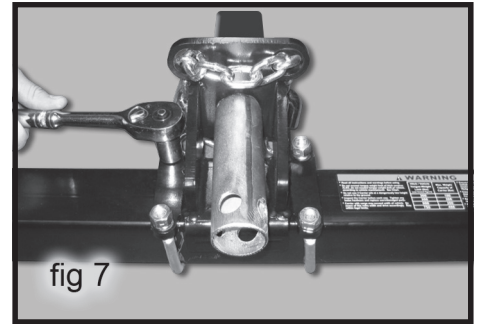

fig 7
3. If your vehicle's hitch-height is quite high off the ground (more than approx. 24" / 61 cm), you may wish to flip the WedgeLock Bracket around 180° and attach the Carrier from underneath as in the photo (fig 7). This will lower the Carrier.
3. Si la hauteur de votre attache sur le véhicule est assez élevé du sol (plus à env. 24 po / 61 cm), vous pouvez retourner l'étrier d'ancrage de 180° et fixer le transporteur en dessous comme sur la photo, (fig 7). Cela permettra de diminuer la hauteur.